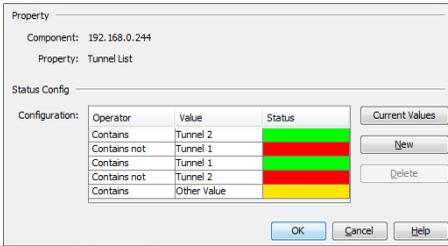

Figure 30 : Configuration de l'état des tunnels TXCare
- Saisissez les valeurs telles qu'elles sont affichées dans (voir la figure 30).